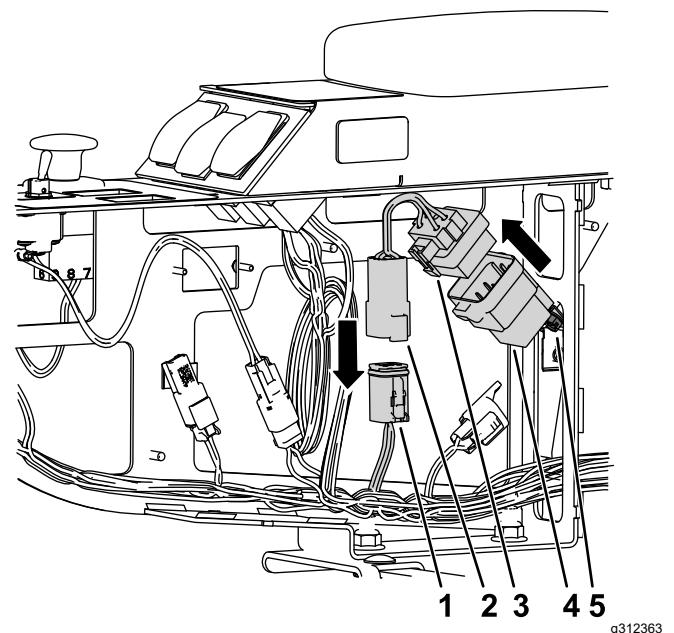

Figure 24
10. Connectez le relais et son faisceau au faisceau de la machine, comme montré à la Figure 24.